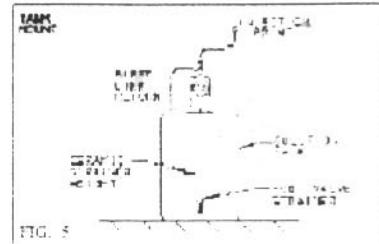

图 5
- 计量泵可如图 5 安装，在溶液槽的顶部将化学计量泵安装在盖子上，将吸管通过中心处，截断管子使过滤器在箱底底上 1-2 英寸 (2-5cm)。用 4 个 0.25"
- 为防止阻塞及阀门故障应在抽取管的末端（如图 5）安装一个过滤器配件，脚阀或过滤器应安装在高于药剂箱底 2 英寸 (2-5cm) 处，这样可使固体颗粒有效沉积而不阻塞过滤器，化学药剂箱和过滤器应定期清洗。如果药剂经常沉积或不能完全溶解（例如 Ca(OH)2），应该在化学箱中使用搅拌器，这些都可向供应商索取。